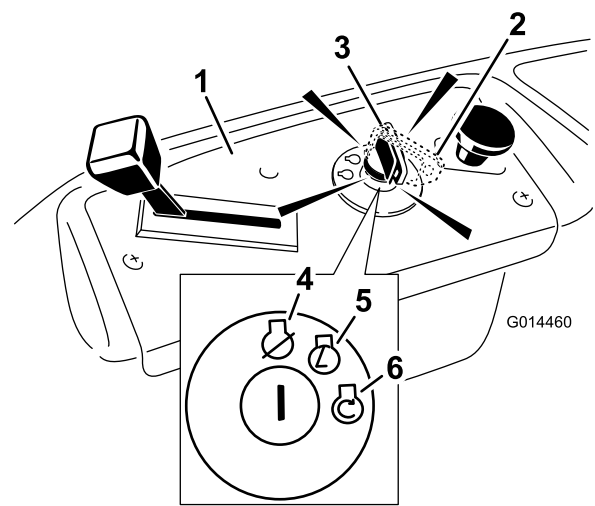

Bild 13
4. Drehen Sie den Zündschlüssel auf Start, um den Anlasser zu aktivieren. Lassen Sie den Schlüssel los, wenn der Motor anspringt (Bild 13).
2. Stellen Sie den Gasbedienungshebel auf Schnell“ (Bild 13).